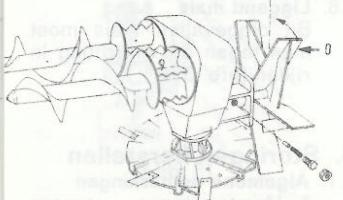
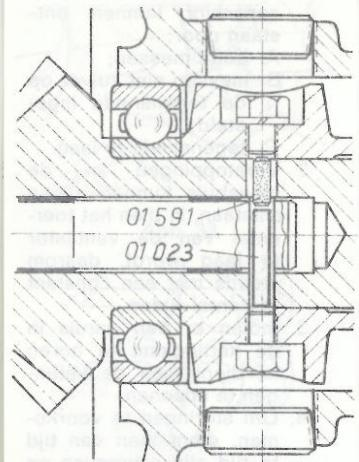

Abb. 38
Abb. 39
Um das Getriebe, Abb. 38, vor diesen Überlastungen zu schützen, ist ein Abscherstift vorgesehen, siehe Abb. 39.
- e) Anschließend wird in der gleichen Weise der Kunststoffstift eingesetzt. Kunststoffstift muß in größerer Bohrung liegen, siehe Abb. 39.
In order to protect the transmission (Fig. 38) against this hazard, a shear pin (see Fig. 39) has been incorporated.
- b) Turn butterfly nut in blower housing until the mark (0) is pointing upwards (Fig. 39 a).
- c) Remove shear pin by means of the drift supplied (Fig. 39 b); on no account exert force. If the pin refuses to move, turn auger until pin and hole are adjacent.
- d) The new shear pin (steel) is inserted from the righthand side, in direction of travel (Fig. 39 c).
- e) Then the plastic pin is inserted in the same way; note that this pin must be in the large bore (Fig. 39).
Pour protéger la transmission de la fig. 38 contre ces surcharges, une gouille de cisaillement (ou boulon de sûreté) a été prévue, voir fig. 39.
- d) Lo nouvelle gouille de cisaillement (en acier) est introduite de droite à gauche fig. 39 c) en regard-
A causa di un intasamento o di vorpi estranei vi è la possibilità di sovraccarico alle ruote elicoidali. Per proteggere l'ingranaggio della fig. 38 da questi sovraccarichi è stata prevista una spina a taglio (fig. 39).
- e) Quindi inserire nello stesso modo la spina di plastica. La spina in plastica deve trovarsi nel foro più grande (fig. 39).
Om de transmissie, afb. 38, tegen zulke overbelastingen te beveiligen, is deze van een zekeringsspren voorzien, die bij overbelasting breekt (afb. 39).